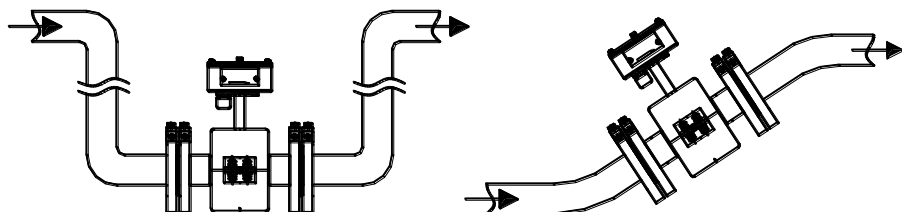

Рисунок 8.2
8.2.3 В месте установки расходомера в трубопроводе не должен скапливаться воздух. Наиболее подходящее место для монтажа – нижний или восходящий участок трубопровода (см. рис. 8.2).